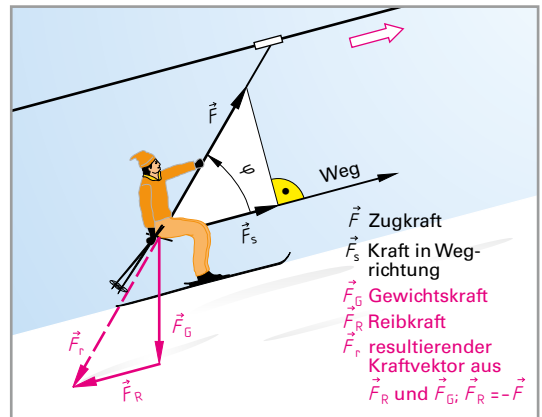

Bild 1: Kräfte bei einem Seilpflift
Darstellung von Kräften. Die Kraft ist ein Vektor, der durch die Pfeilstrecke $\vec{F}$ (sprich: Vektor F) dargestellt wird (**Bild 1**). Die Länge der Pfeilstrecke gibt $|\vec{F}| = F$ (sprich: Betrag des Vektors F) an, die Pfeilrichtung die Wirkungsrichtung. Bei der Addition hängt man die Kraftvektoren unter Berücksichtigung ihrer Richtung aneinander (siehe **MEL GS/AT**).
Eine Arbeit wird aufgewendet, wenn infolge einer Kraft ein Wegstück zurückgelegt wird, z. B. von einem Hubstapler gegen die Gewichtskraft der Last. Der Größenwert der mechanischen Arbeit ist also das Produkt aus Kraft und Weg. Die Einheit der Arbeit ist das Newtonmeter (Nm) mit dem besonderen Einheitennamen Joule¹ (J). Liegen Kraft und Weg nicht auf derselben Geraden, so wird zur Berechnung der Arbeit nur die Teilkraft in Wegrichtung berücksichtigt (Bild 1).